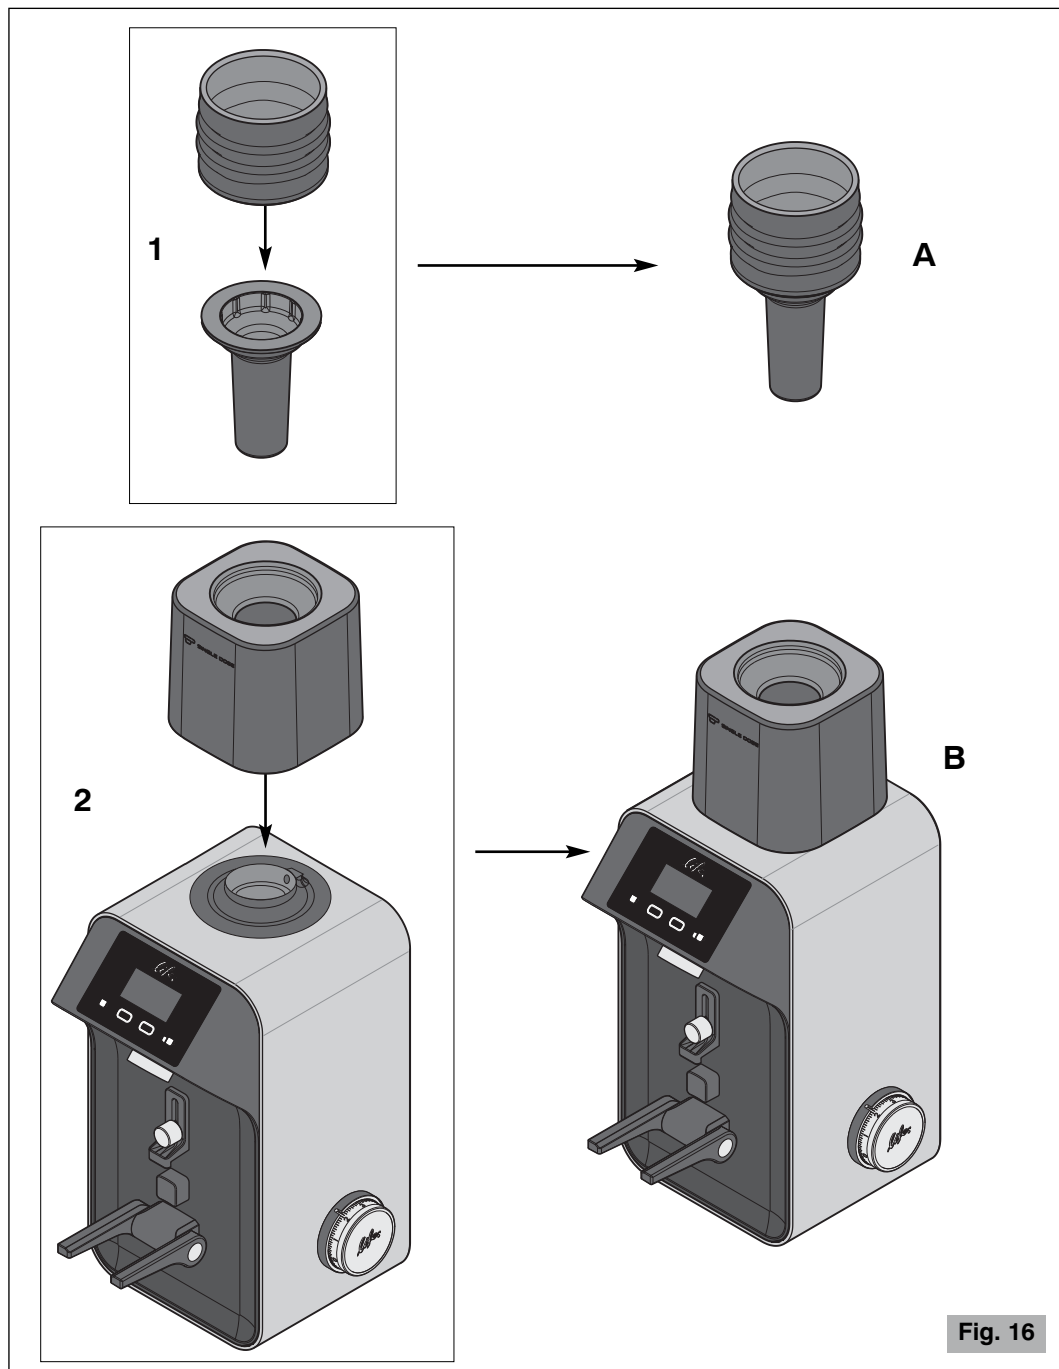
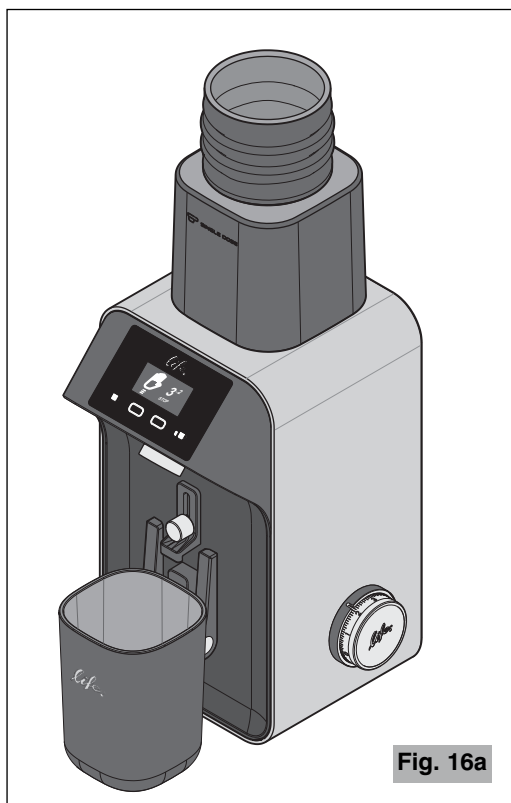

Fig. 16
Fig. 16a
5. Insérer le soufflet dans le pousse-grains (point 1 de la Fig. 16).
6. Positionner le support du kit dans son logement (point 2 de la Fig. 16).
- 5 Insérer l'ensemble soufflet-pousse-grains (A Fig. 16) dans la bouche d'entrée du support en le laissant reposer sur les grains de café (Fig. 16a).
- 6 Placer le récipient fourni avec (15 Fig. 3) ou tout autre récipient sur la fourche d'appui (2 Fig. 1) ou sur la surface d'appui de l'appareil (après avoir placé la fourche en position verticale - voir Fig. 16a).
Ne jamais opérer sans la cloche fixée par la vis appropriée (6a, Détail A Fig. 3) ou sans avoir positionné le support du kit dose unique (point 2 Fig. 16).